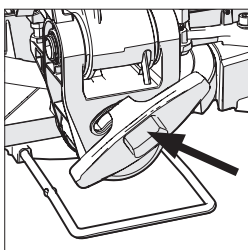

Abb. 22
- Lösen Sie die Verriegelungsschraube der Schräge. (**Abb. 22**)